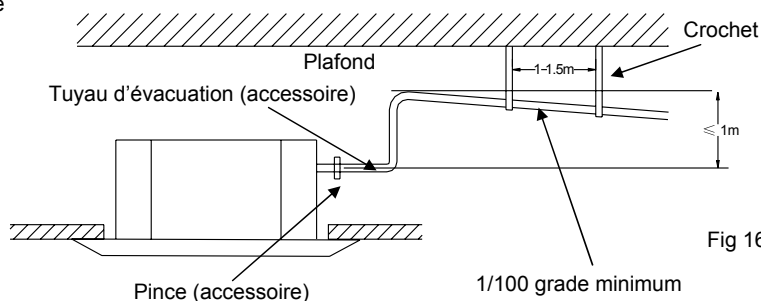

Fig 16
- Pour tenir le tuyau d'évacuation, espacez les crochets de 1 à 1,5m. (Fig 16)